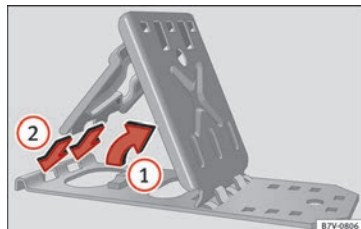

Fig. 102 Udklapning af kiler
- Løft støttepladen » Fig. 102 ①.
- Sæt pladen med de to tapper helt ind i grundpladens aflange huller ②.